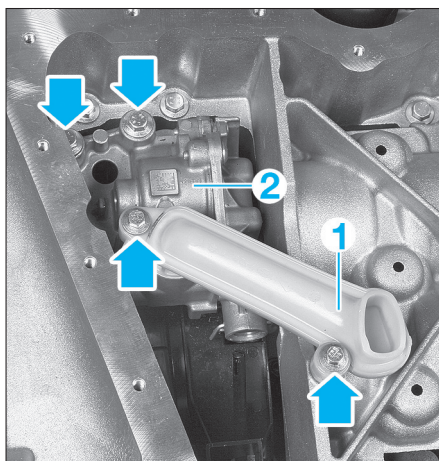

FIG. 33
- Déposer (fig. 33) :
- la crépine (1).
- la pompe à huile (2).